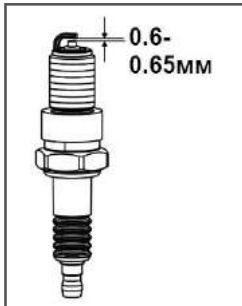

Рис.13 Свеча зажигания
4. Измерьте зазор между электродами свечи зажигания специальным щупом. Зазор должен быть 0,6-0,65мм (Рис.13). При увеличении или уменьшении требуемого зазора рекомендуется заменить свечу, так как регулировка зазора может привести к изменению качества искрообразования.